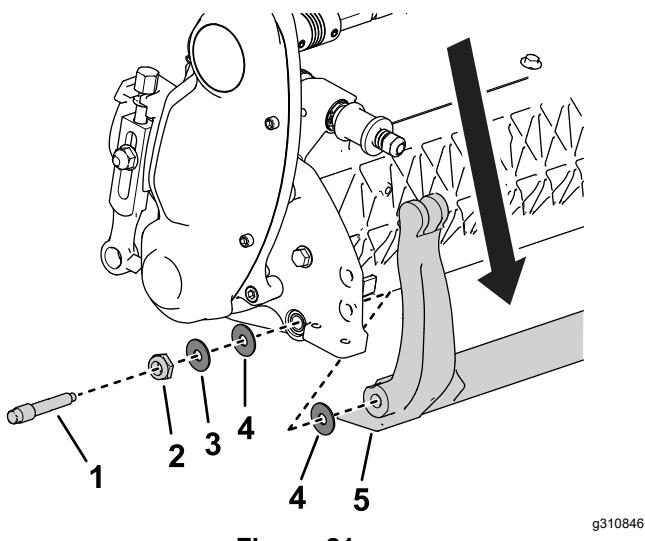

Figura 21
3. Em cada um dos lados da máquina, desaperte a porca de bloqueio que se mostra na Figura 21.
4. Remova cada um dos parafusos da barra de apoio, de modo a puxá-la para baixo e retirá-la da unidade de corte (Figura 21).
Guarde as duas anilhas de plástico e a anilha de aço de cada uma das extremidades da barra de apoio (Figura 21).
3. Coloque uma anilha de nylon de cada lado da placa lateral. Coloque uma arruela de aço no exterior de cada uma das arruelas de nylon (Figura 21).